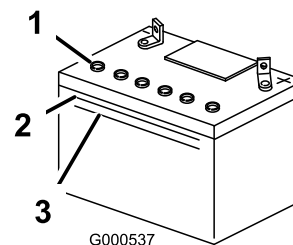

Figure 39
1. Observez le côté de la batterie. Le niveau de l'électrolyte doit atteindre le trait supérieur (Figure 39). Le niveau d'électrolyte ne doit pas descendre au-dessous du trait inférieur (Figure 39).
3. Enlevez les bouchons d'évent de la batterie (Figure 39).
4. Versez de l'eau distillée avec précaution dans chaque élément jusqu'au repère supérieur (Figure 39) sur le côté de la batterie.
6. Au besoin, ajoutez de l'eau distillée pour amener le niveau jusqu'au repère supérieur sur le côté de la batterie (Figure 39).